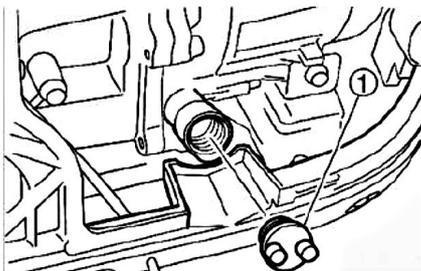

Abb. 12: Verschluss des Öl-Einfüllstutzens entfernen
Schritt 2: Den Generator auf einer ebenen Fläche abstellen und die Verschlusskappe Pos.1 (Abb.12) abnehmen. Während des Vorgangs zum Ölnachfüllen den Generator nicht schrägstellen, um eine Überfüllung bzw. Auslaufen von Öl in Bereiche, die nicht mit Öl in Verbindung kommen dürfen, zu vermeiden.